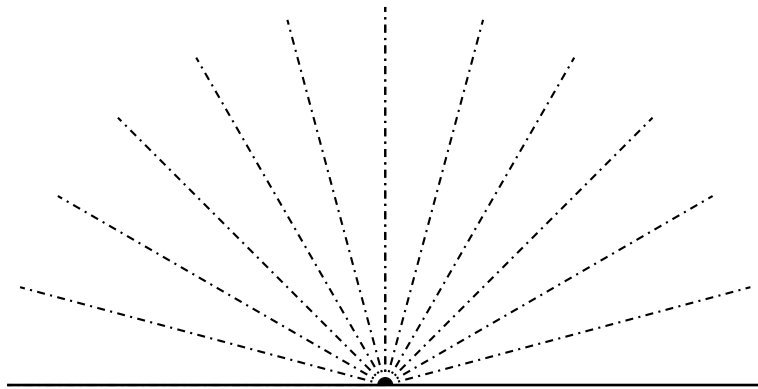

FIGURE 2 – Carte des obstacles
- Écrivez un programme qui permet le balayage de l'environnement et d'envoyer l'état par le port série à un programme MATLAB ou Python ou Processing pour tracer l'état de l'environnement, comme le montre la figure 2.